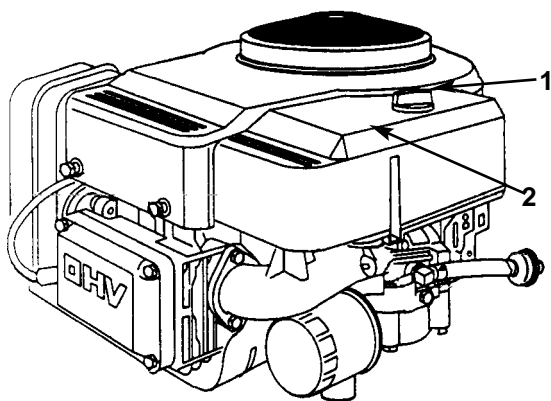

Fig. 28
3. Pulite attorno al filtro dell'aria per impedire che lo sporco entri nel motore, danneggiandolo. Svitare la manopola e togliete il coperchio del filtro dell'aria (Fig. 28).
3. Montate il coperchio del filtro dell'aria e la manopola (Fig. 28). Stringete la manopola con precisione.